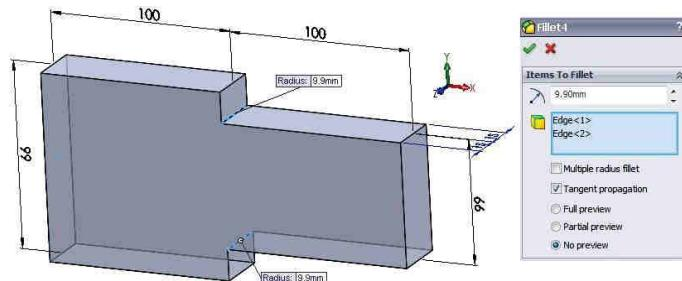

Fig. 12.5
- Se vor selecta cele două muchii din fig. 12.5, generând în zona grafică o previzualizare a racordării.
- Select the two edges from fig. 12.5; a preview of the fillet appears in the graphics area.